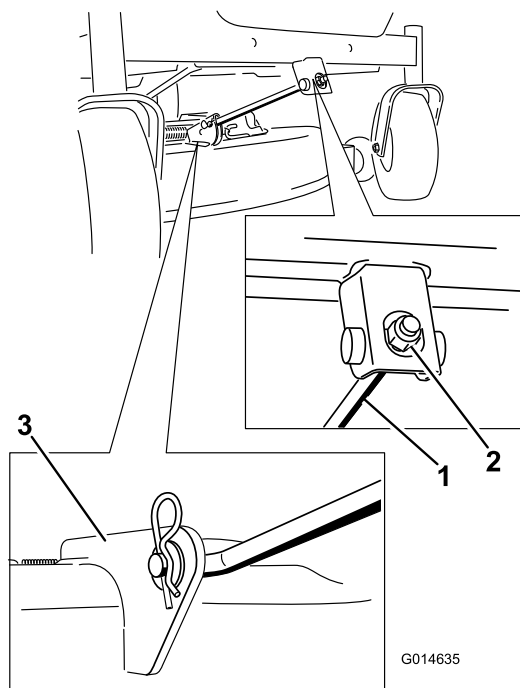

Figura 53
4. Retire el pasador de horquilla de la varilla de soporte delantera y retire la varilla del soporte de la carcasa (**Figura 53**). Baje cuidadosamente la parte delantera de la carcasa de corte al suelo.
6. Conecte la varilla de soporte delantera a la carcasa de corte con el pasador y la chaveta (Figura 53).